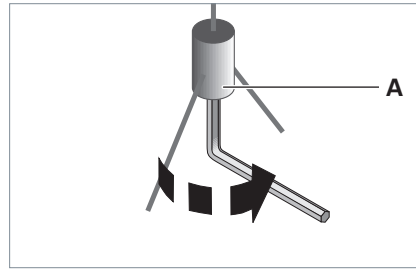

Fig. 9: Leuchte ausrichten.
- ▶ Um die Leuchte auszurichten, lösen Sie die Schraube **A**, siehe Fig. 9.